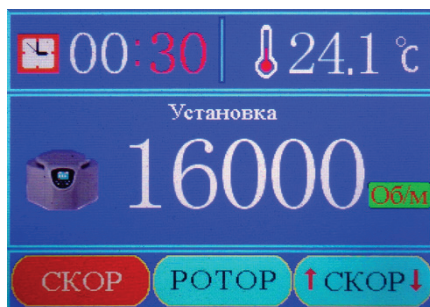

Рисунок 5
- 7.8. Снова нажмите кнопку «УСТ», чтобы перейти к установке времени работы (Рисунок 5) и помощью кнопок ▲ и ▼ установите необходимое значение минут времени центрифугирования. Нажмите кнопку «УСТ» и аналогичным образом установите значение часов.